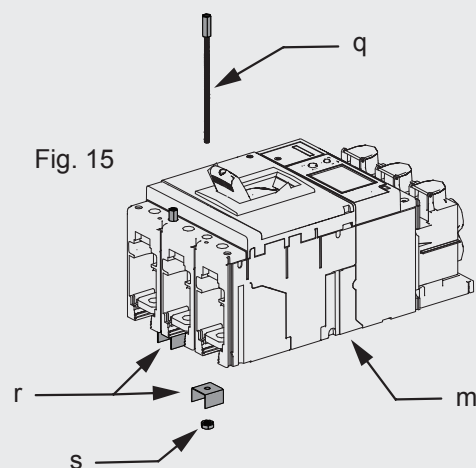

Fig. 15
- Instale dos separadores hexagonales (q) (Fig. 15) en los orificios del alojamiento del lado de línea del interruptor XT5 (m) (Fig. 15).
- Fije las guardas de los separadores (r) (Fig. 15) en la parte inferior del interruptor y sobre la rosca expuesta del separador hexagonal utilizando tuercas dentadas (s) (Fig. 15).